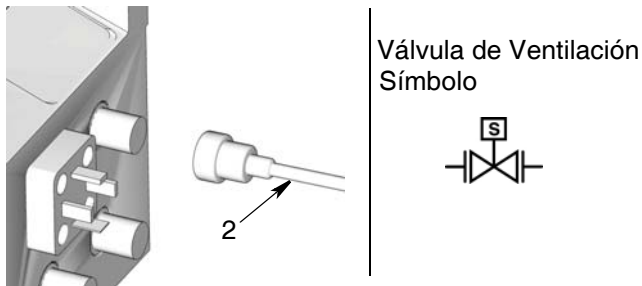

FIG. 3
- Conecte la punta del cable (2) al G3 (FIG. 3).
NOTA: Verifique que ha seleccionado el puerto correcto para la etiqueta del G3. Localice el símbolo mostrado en la FIG. 3 en la etiqueta G3 para seleccionar el puerto correcto.